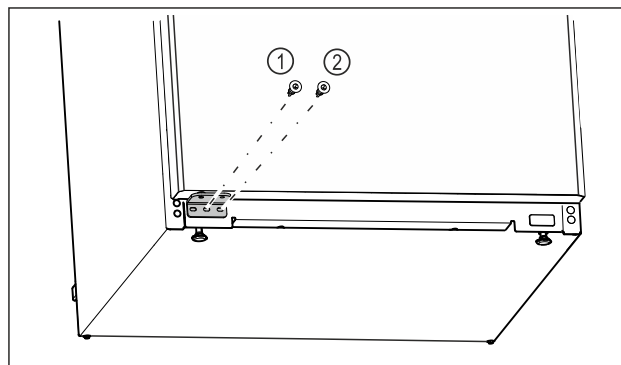

Fig. 21
- ▶ Mittlere Schraube des Lagerbocks Fig. 21 (1) mit Schraubendreher Torx 20 festschrauben.
- ▶ Innere Schraube des Lagerbocks Fig. 21 (2) mit Schraubendreher Torx 20 festschrauben.